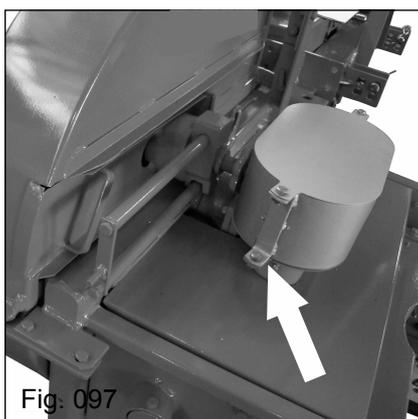

Fig. 097
- Solte os parafusos da caixa de transmissão (Fig. 097);